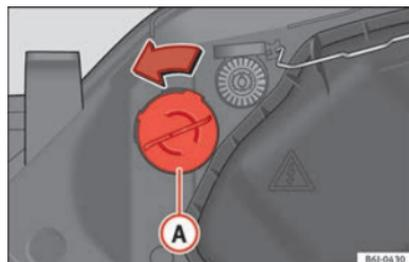

Fig. 188 Feus clignotants.
- Tournez le support d'ampoules » fig. 188 ① vers la gauche puis tirez.